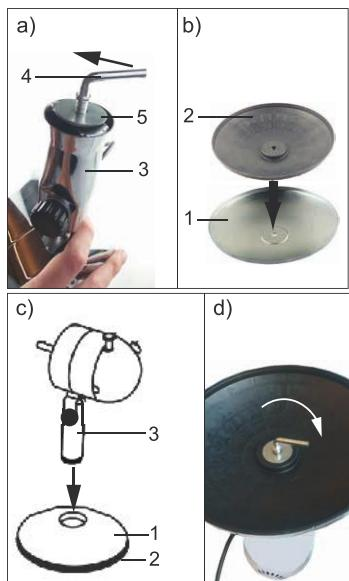

Fig.61: Montering af basen
- Løsn L-fikseringsskruen (4) fra soklen.
- Skrue den af ved at dreje den mod uret. Fig. 61 a).
- Træk spændeskiven (5) af soklen (3).
- Læg indsatsen ned i basen (1) som vist i fig. 61 b).
- Sæt soklen på basen. Fig. 61 c). Soklen skal glide ned i den dertil beregnede fordybning.
- Skru L-fikseringsskruen fast ved at dreje den med uret. Fig. 61 d).